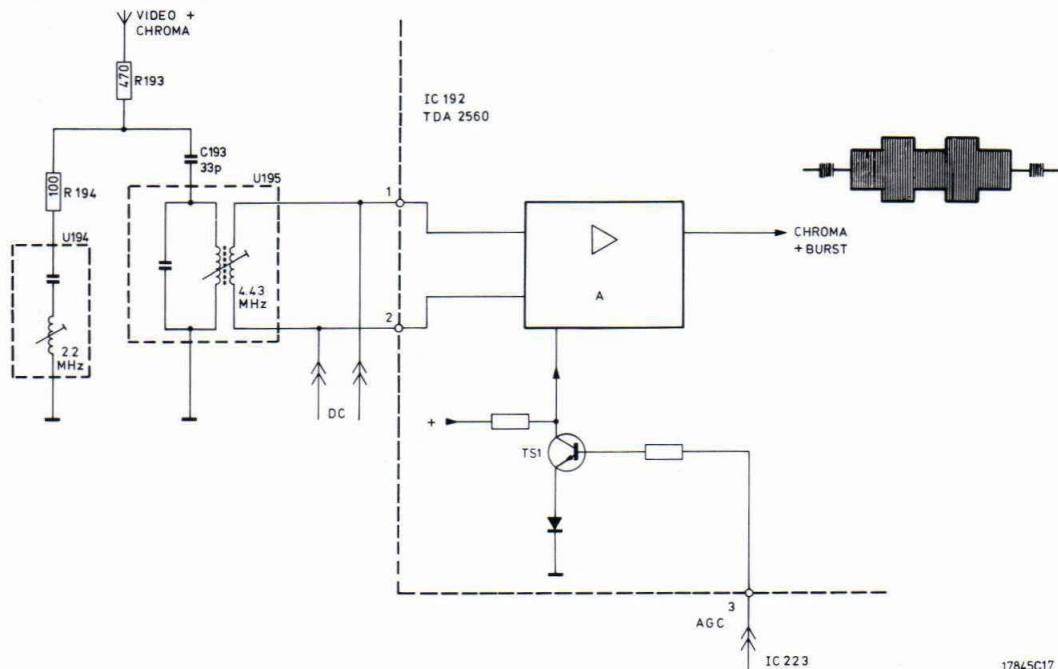

Fig. V-2
2. De ingangsversterker (Fig. V-2)